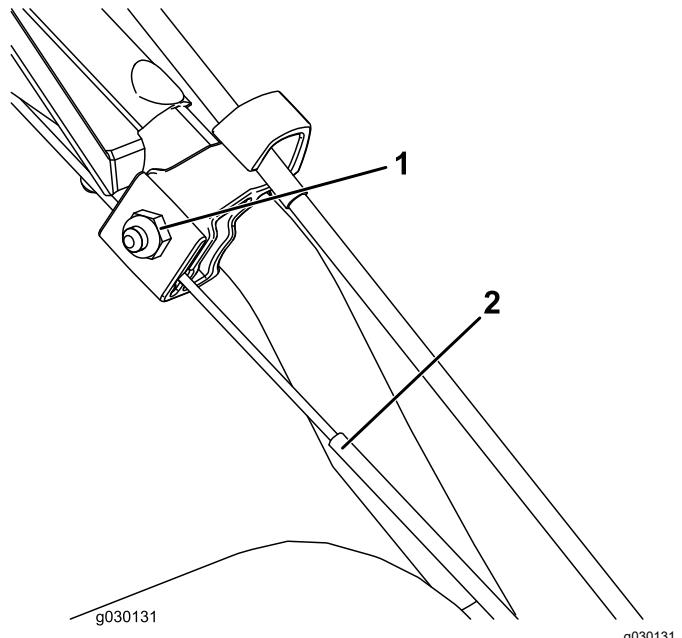

Figura 21
1. Allentate il dado sul serrafile per cavi superiore ma non rimuovetelo (Figura 21).
2. Tirate il cavo verso il basso e rimuovete gran parte dell'allentamento nel cavo (Figura 21).
3. Serrate il dado (Figura 21).